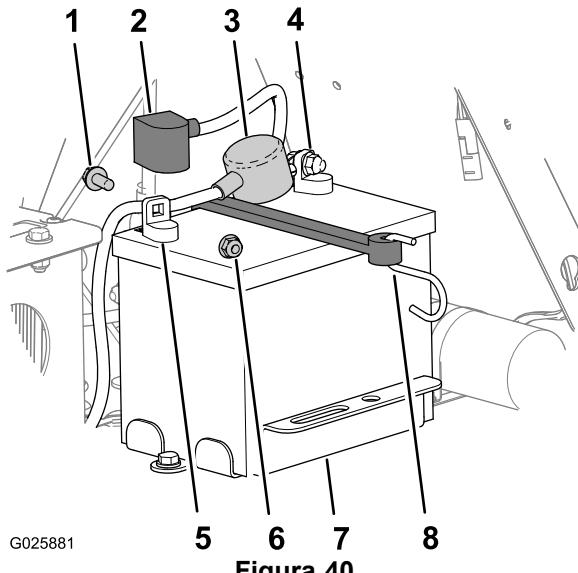

Figura 40
3. En la batería, levante la cubierta del borne negro del cable negativo (Figura 40).
4. Desconecte el cable negativo del borne negativo (-) de la batería y retire el cable de la batería (Figura 40).
5. Retire la cubierta del borne rojo del borne positivo de la batería (Figura 40).
6. Desconecte el cable positivo (rojo) de la batería y retire el cable de la batería (Figura 40).
7. Retire el gancho de la correa de la bandeja de la batería (Figura 40) y extraiga la batería.
1. Coloque la batería en la máquina (Figura 40).
3. Conecte primero el cable positivo (rojo) al borne positivo (+) de la batería con una tuerca y un perno con arandela prensada (Figura 40).
5. Conecte el cable negativo y el cable de tierra al borne negativo (-) de la batería con una tuerca y un perno con arandela prensada (Figura 40).